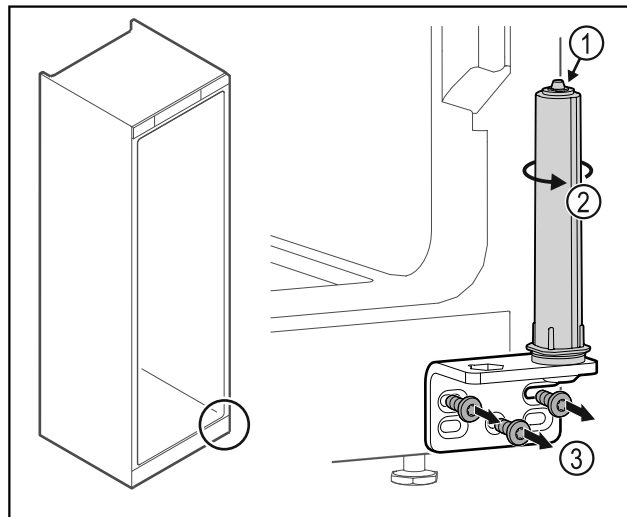

Fig. 18
- ▶ Не разглобявайте затварящата система на вратата Fig. 18 (1).
- ▶ Въртете затварящата система Fig. 18 (2), докато тя щракне.
- ▶ Развинтете ъгъла на пантата Fig. 18 (3).